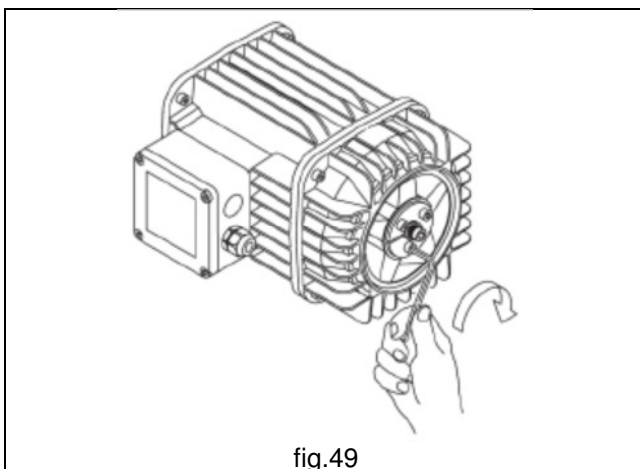

fig.49
8. Volver a colocar los tres tornillos en el alojamiento original en el casquillo enroscándolas en la zapata.(fig. 49)